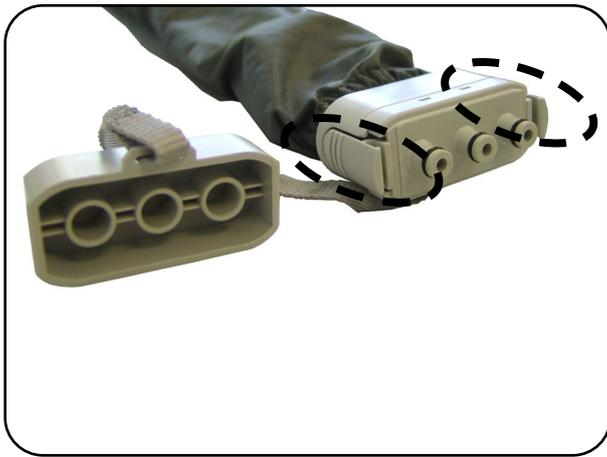
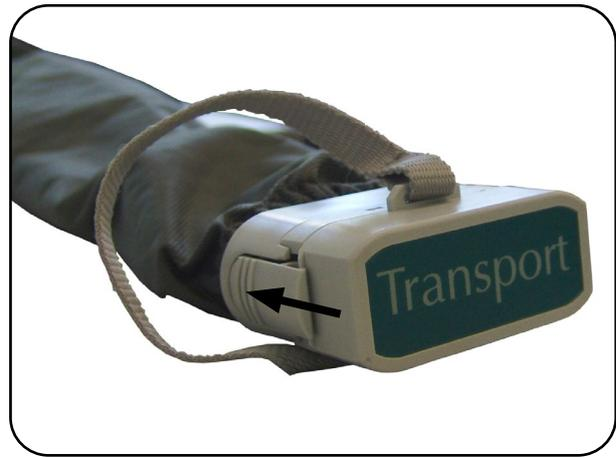

Abb. 8.7.01 - Anschlussstecker offen
Abb. 8.7.02 - Anschlussstecker verschlossen
1. Trennen Sie den Anschlussstecker der Versorgungsschläuche durch Drücken der Einrastsicherung (Abb. 8.7.01) vom Aggregat.
2. Verschließen Sie sofort den Anschlussstecker mit dem anhängenden Verschlussdeckel bis dieser hörbar einrastet (Abb. 8.7.01 und Abb. 8.7.02).
2. Trennen Sie den Anschlussstecker der Versorgungsschläuche durch Drücken der Einrastsicherung vom Aggregat (Abb. 8.7.01).
3. Verschließen Sie sofort den Anschlussstecker mit dem anhängenden Verschlussdeckel bis dieser hörbar einrastet (Abb. 8.7.01 und Abb. 8.7.02).